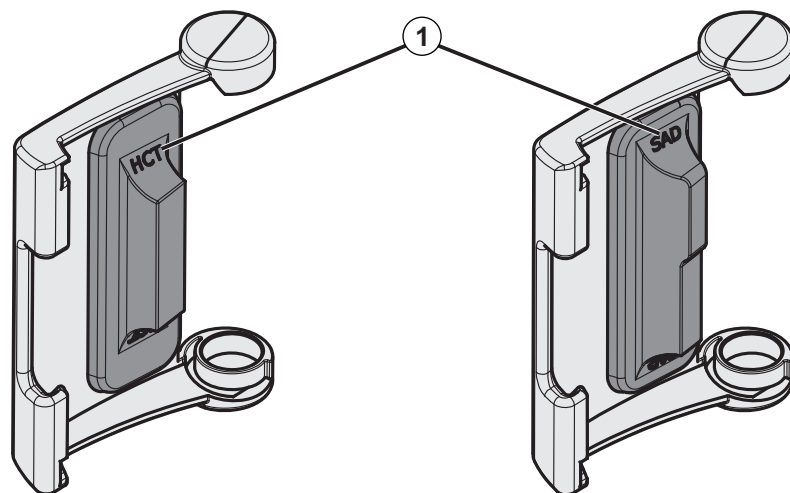

Abb. 7-21 Typenmarkierung auf den Klappen des SAD und HCT-Sensors
Die Klappen sind auf der Vorderseite mit einem roten (HCT) bzw. einem blauen (SAD) Punkt gekennzeichnet und auf der Rückseite mit *SAD* und *HCT* (siehe Abb. 7-21, ①) beschriftet.